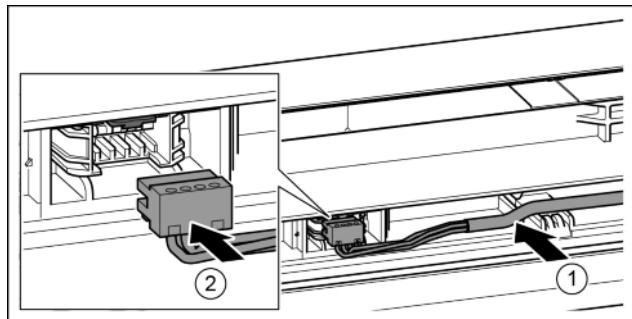

Fig. 36
- ▶ Вставте сірий кабель в направлячу в верхніх дверцятах. Fig. 36 (1)
- ▶ Зафіксуйте штекер. Fig. 36 (2)